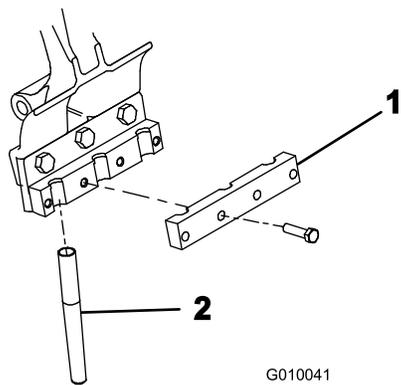

Рисунок 24
5. К каждому держателю зубьев свободно прикрепите четырьмя болтами (3/8 x 1-1/2 дюйма) зажим зубьев (Рисунок 24). Не затягивайте болты.